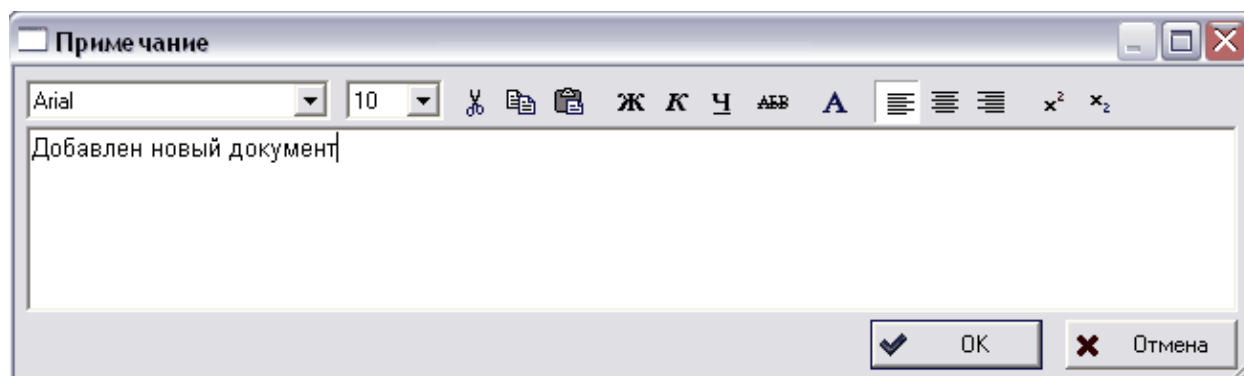

Рис. 231
Для создания примечания выделите объект и нажмите на кнопку **Создать примечание**  на панели инструментов. При этом откроется окно **Примечание** (Рис. 231). Возможен другой способ создания примечания:
2. Выберите команду **Создать**. При этом откроется окно **Примечание** (Рис. 231).